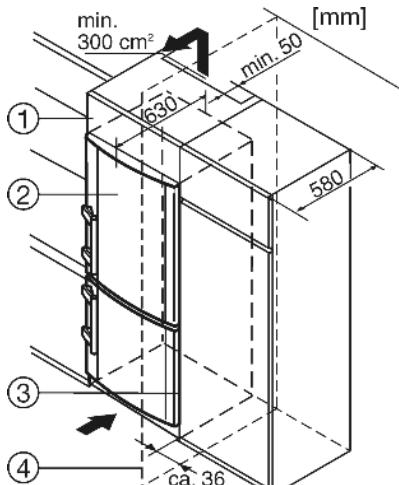

Fig. 8
(1) Дополнительный шкафчик
(2) Устройство
(3) Кухонный шкаф
(4) Стенка
Устройство может быть окружено предметами кухонной обстановки. Чтобы уравнять устройство *Fig. 8* (2) по высоте с кухонной стенкой, можно установить над устройством соответствующий дополнительный шкафчик *Fig. 8* (1).
При комбинировании с обычными кухонными шкафами (глубиной макс. 580 мм) устройство можно установить непосредственно рядом с кухонным шкафом *Fig. 8* (3). Дверца устройства выступают по сторонам на 34 мм и по центру устройства на 50 мм относительно передней стенки кухонного шкафа. Поэтому ее можно свободно открывать и закрывать. Важно для вентиляции:
Если устройство установлено на шарнирах у стены *Fig. 8* (4), то расстояние между устройством и стеной должно быть не менее 36 мм. Настолько выступает ручка при открытой дверце.